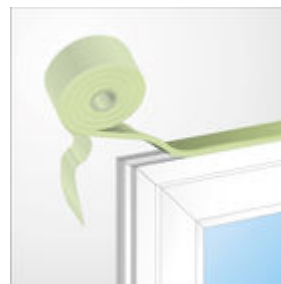

Bild 2: Komplette Abdichtung in einem Arbeitsschritt
- Das überkomprimierte Anfangs-/ Endstück abschneiden und das Band mithilfe der Selbstklebung aufkleben (Bild 2). Beim Ablängen des Bandes 2 cm/m dazugeben.